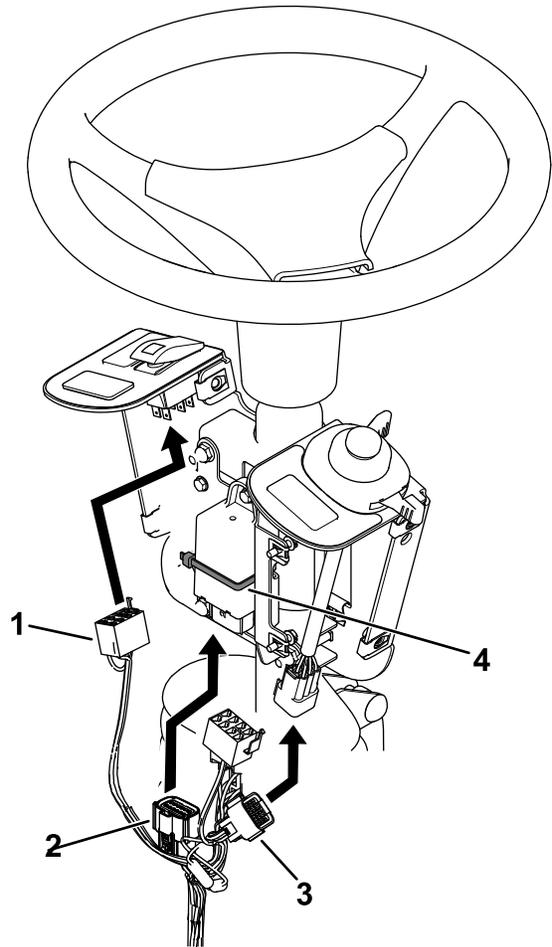

Figura 7
5. Prenda o pisca utilizando uma braçadeiras de cabos (**Figura 7**).
6. Ligue a cablagem no interruptor oscilador e interruptor multifunções (**Figura 7**).
7. Ligue a cablagem ao pisca (**Figura 7**).